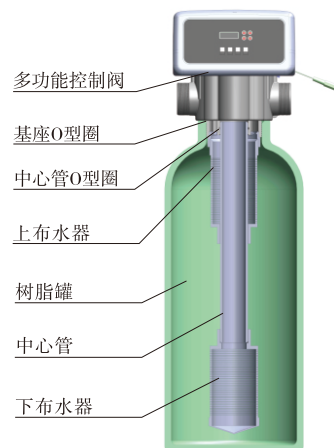

图1-1
- a.按图1-1所示，把中心管与下布水器用胶封固。放入罐体底部，将超过罐口部分的中心管截断并外部倒圆。